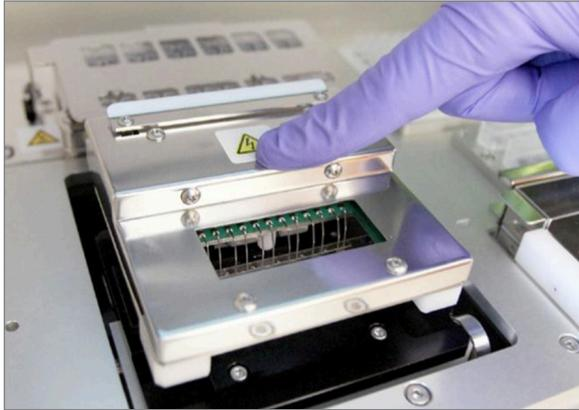

FIGURA 5.20: baje con cuidado la unidad de electrodos colocada sobre el cartucho.
14. Baje con cuidado la unidad de electrodos colocada sobre el cartucho (FIGURA 5.20). Los 24 electrodos deben introducirse fácilmente en los 24 pozos. Toque **Next** (Siguiente).
IMPORTANTE: No utilice la palanca de liberación para bajar la unidad. Si lo hace, la unidad no podrá bloquearse. En cambio, presione en el cuerpo de la unidad, en un punto alejado de la palanca de liberación (FIGURA 5.20).